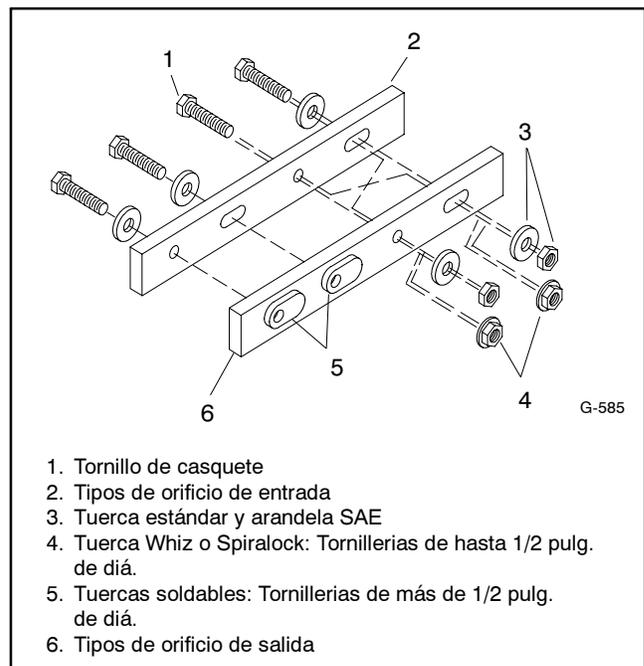

Figura 2 Combinaciones aceptables de tornillería
Para orificios de salida redondos y ranurados, determine si las piezas metálicas miden más de 1/2 pulgada de diámetro ó 1/2 pulgada de diámetro o menos. Las piezas metálicas que midan *más de 1/2 pulgada* de diámetro usan una tuerca estándar y una arandela SAE. Las piezas metálicas que midan *1/2 pulgada o menos* de diámetro pueden usar una tuerca Whiz o Spiralock con un par motor adecuado. Consulte la Figura 2.
4. Consulte la Figura 2, que describe las posibilidades de configuración de tornillería anteriores.